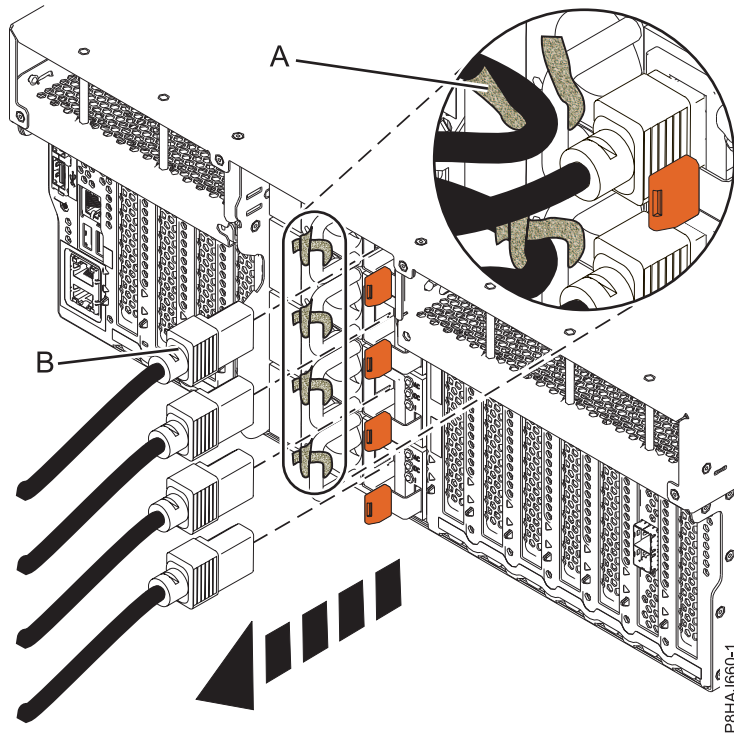
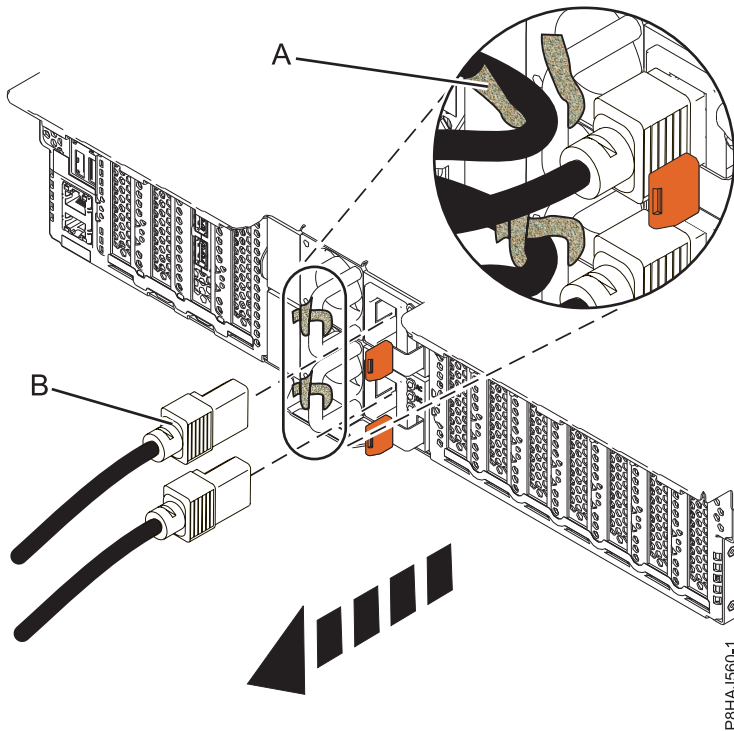
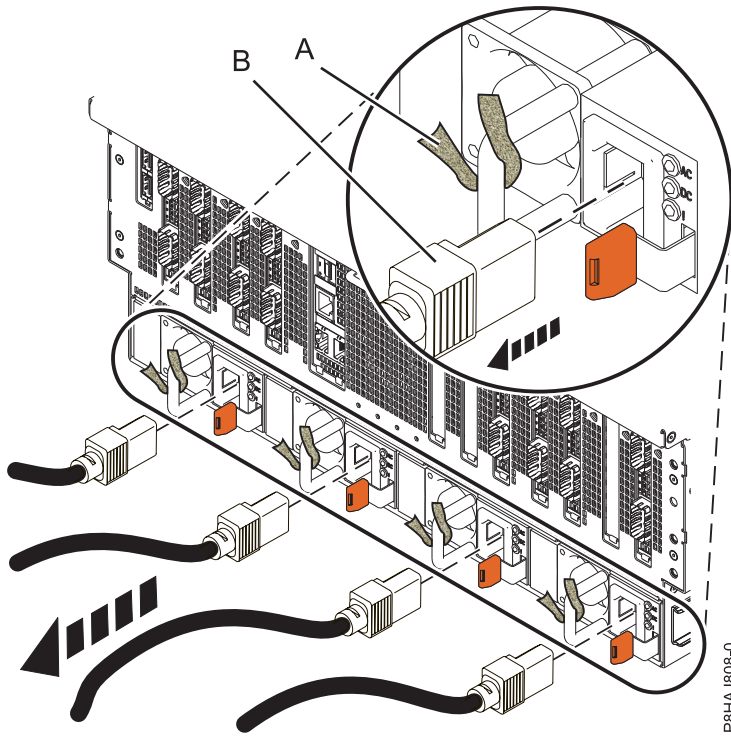

Figura 29. Extracción de los cables de alimentación de un sistema 8247-42L, 8286-41A o 8286-42A
Figura 30. Extracción de los cables de alimentación de un sistema 5148-21L, 5148-22L, 8247-21L, 8247-22L, 8284-21A o 8284-22A
Figura 31. Extracción de los cables de alimentación de un sistema 8408-44E o 8408-E8E
3. Desconecte los cables de alimentación **(B)** de la unidad del sistema. Consulte la Figura 29 en la página 57, la Figura 30 en la página 57 o la Figura 31 en la página 58 según el tipo de sistema.